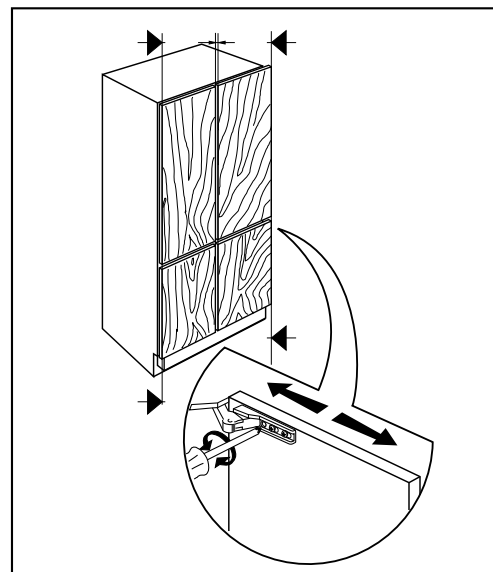

Abb. 12
- Überprüfen Sie die vertikale Ausrichtung der Frontplatten und nehmen Sie im Bedarfsfall Korrekturen vor (Abb. 12).